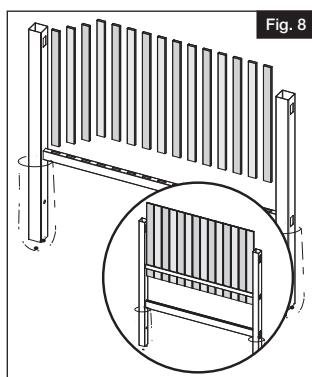

Fig. 8
- b. Empezando por el lado izquierdo, inserte las estacas o tablones hacia abajo en el travesaño inferior (Fig. 8).